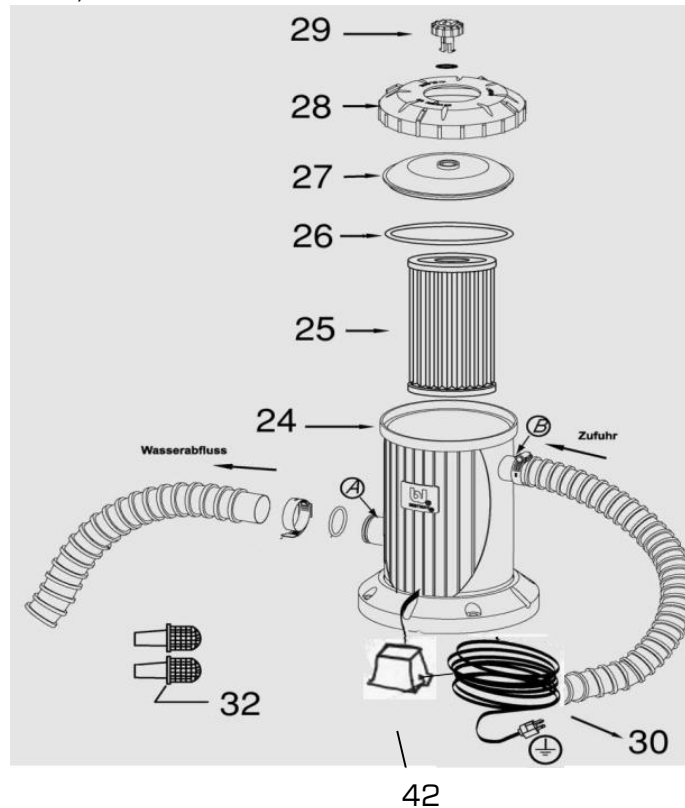

Abb. 25
2. Prüfung der inneren Komponenten der Filteranlage (Abb. 25)